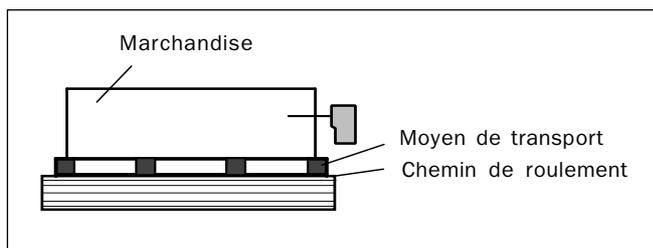

Fig. 9. Les capteurs doivent détecter le chargement et non pas la palette
- Les capteurs ne doivent détecter que la marchandise et non pas le vecteur de transport (tapis, palette etc.) dans le cas contraire, une personne pourrait pénétrer dans la zone dangereuse (Fig. 9).